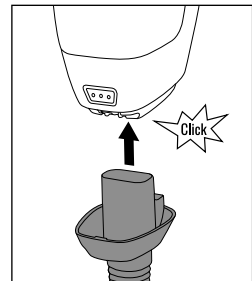

Fig. 8
- ◆ Inserte el adaptador para el tubo de aspiración 28 en la unidad motriz 8 hasta que encastre audiblemente (consulte la fig. 8).